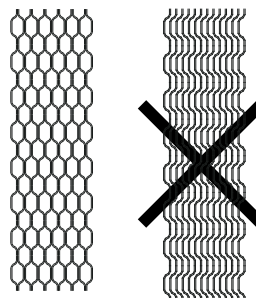

Fig. 10
- Quand elles sont correctement disposées, l'empilage des plaques forme un «nid d'abeilles» (Fig. 10).